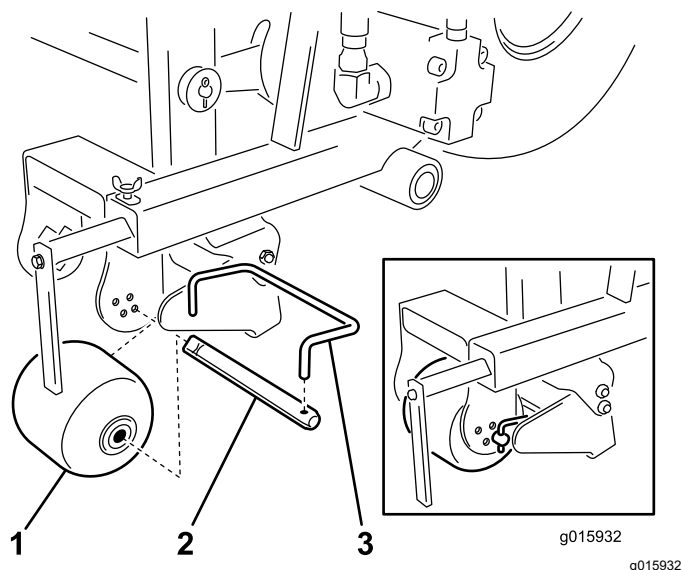

Figura 13
3. Desmonte a barra do raspador do eixo do rolo (**Figura 13**).
4. Retire o veio do rolo do rolo (**Figura 13**).